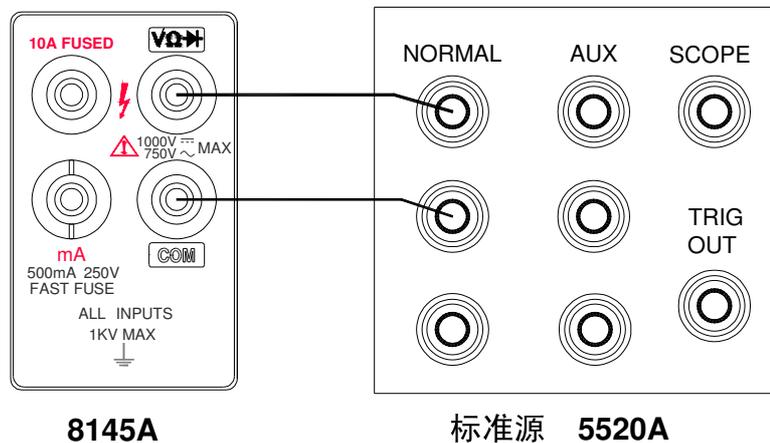

图 5—1
- (1) 打开电源，同时按下 **DCA** 键，**dBm** 键和 **🔊** 键仪表进入校准状态，LCD 在左上角显示 '**CAL**' 标志（此标志在所有功能校准过程中一直存在），同时仪表默认进入 300mV 的直流电压校准功能。
- (2) 让标准设备处于 'STBY' 状态，按图 5—1 连接被测表和标准设备。